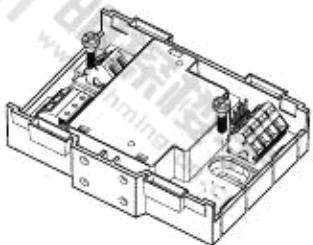

图 1
- 表面安装（图 1）
1. 将模块放置在平整表面（图 1）。